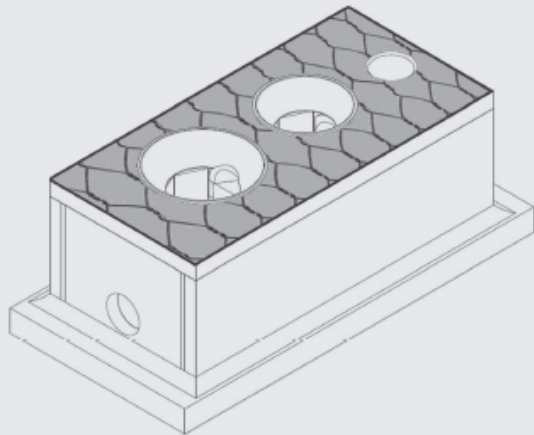

Figura 21
**#26** Corte con tijeras una pieza (19" x 40.5") de malla gallinera, y colóquela encima del fogón. Corte círculos en la malla gallinera para los platos de las hornillas y para la chimenea. Deje un poco de malla gallinera entre los dos platos de las hornillas. Saque la malla y eche una capa pequeña de cemento encima de la tierra. Recoloque la malla. (**Figura 21**)